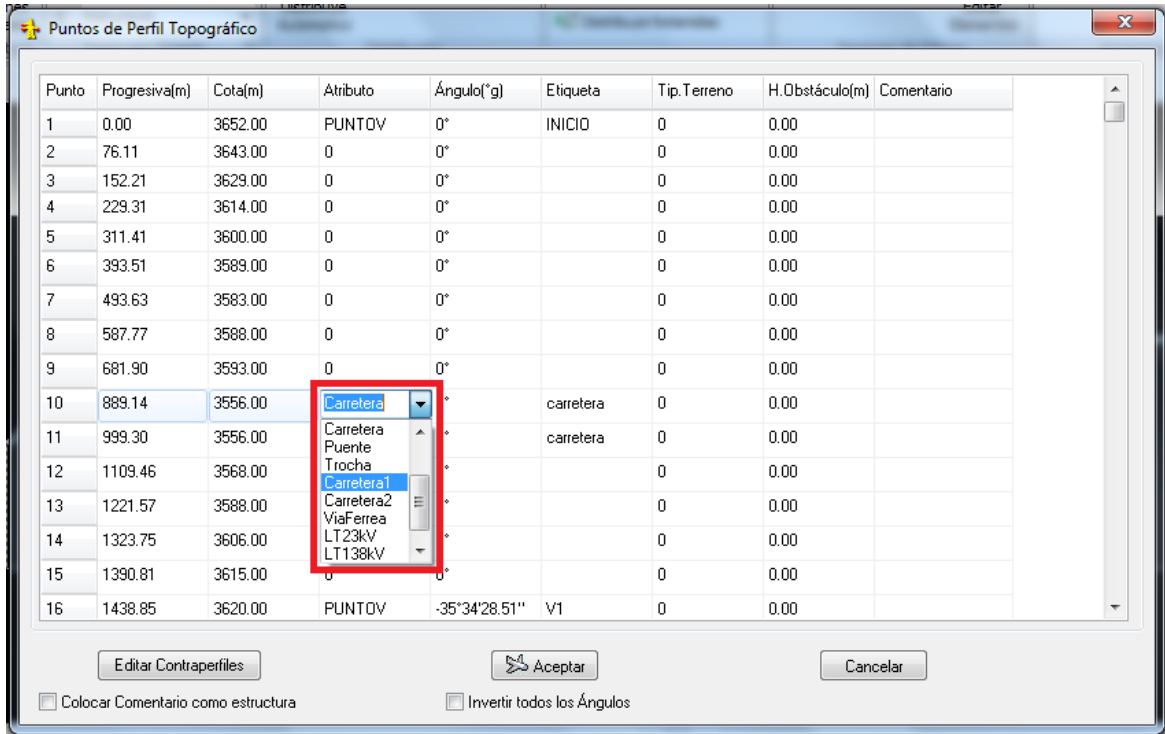

Fig. 4.2
- Para cambiar el atributo de un punto seleccionar el tipo de atributo en el menú desplegable que aparece al hacer clic en la columna “Atributos” del punto a editar (Ver Fig. 4.2).